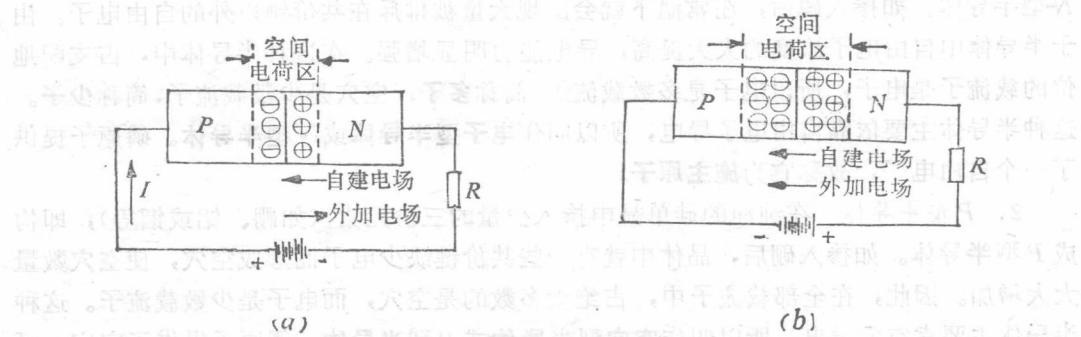

图 15-2 PN结的单向导电性
(1) 在PN结两端加正向电压或叫正向偏置时(如图15-2(a)),外加电场与自建电
(2) 在PN结两端加反向电压或叫反向偏置时(如图15-2(b)),外加电场与自建电场方向一致，因而加强了自建电场，使阻挡层加宽，多子受阻挡层阻止，扩散无法进行。但是，少子将在外加电场作用下通过PN结，故电路中有微小的电流，叫作反向电流，PN结所呈现的电阻叫作反向电阻，其值很大。这时电路中几乎没有电流，故称PN结处于反向截止状态。